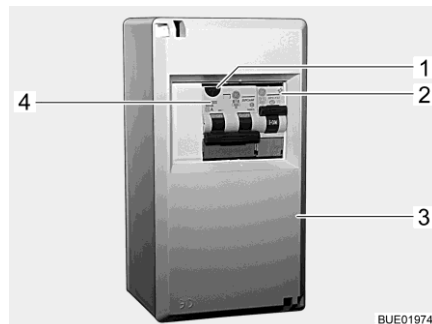
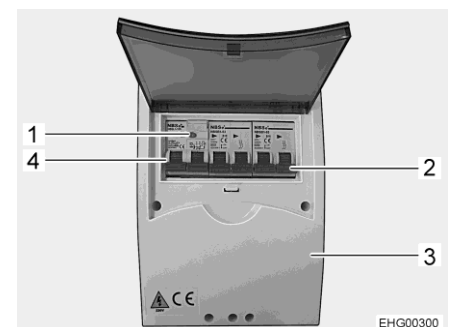

Bild 202 230-V-Sicherungskasten
Bild 203 230-V-Sicherungskasten (Variante)
Ein kombinierter Fehlerstrom-/Leitungsschutzschalter (Bild 202,4 oder Bild 203,4) im Sicherungskasten (Bild 202,3 oder Bild 203,3) sichert das gesamte Fahrzeug gegen Fehlerstrom (0,03 A) ab.
Bei Fahrzeugen mit Sonderausstattung (z. B. Klimaanlage) sichert ein zusätzlicher Leitungsschutzschalter (10 A) (Bild 202,2 oder Bild 203,2) das Gerät ab.
- Wenn das Fahrzeug an die 230-V-Versorgung angeschlossen ist, die Prüftaste (Bild 202,1 oder Bild 203,1) drücken. Der Fehlerstrom-Schutzschalter muss auslösen.